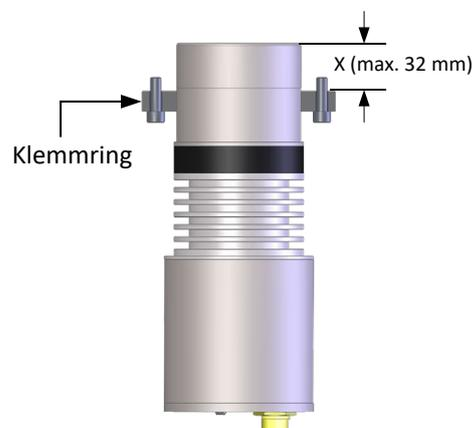

Abbildung 20: Positionierung des Klemmrings
3. Richten Sie die Position des Klemmrings entsprechend der erforderlichen Einführtiefe aus (Abbildung 20)